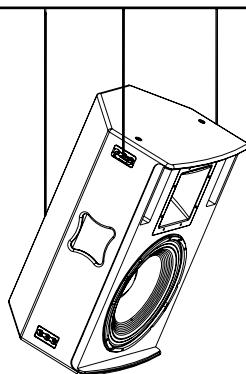

Fig.5
- Installazione verticale singola a tre punti (fig.5).
- single 3 points vertical installation (fig.5).